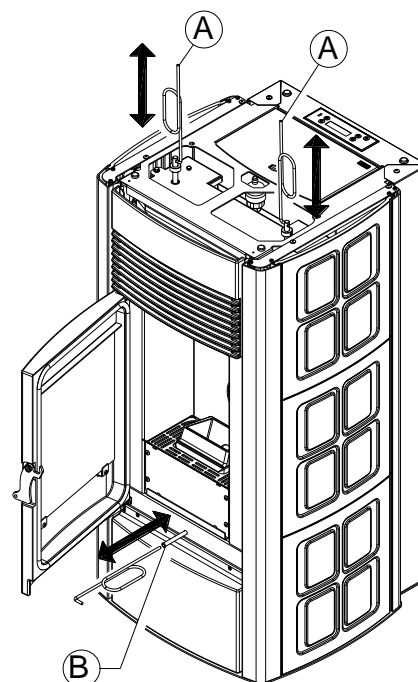
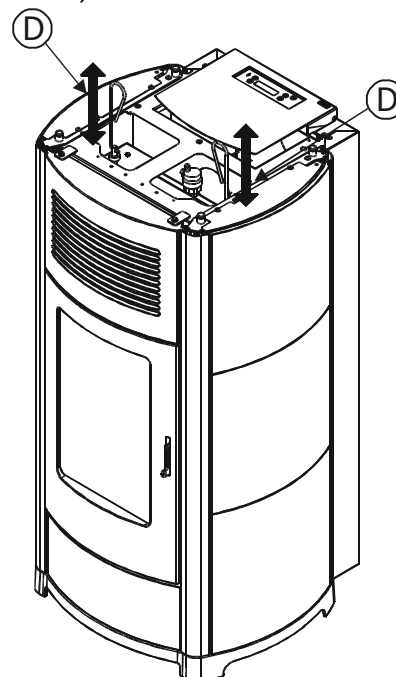

Figura 15 – Pulizia fascio tubiero interno mediante raschiatori (EGO-STAR)
Figura 15A – Pulizia fascio tubiero interno mediante raschiatori (SUITE-CLUB-MUSA)
- **Pulire il fascio tubiero** – Utilizzando la mano fredda in dotazione scuotere energicamente per 5-6 volte le aste poste sotto il top (**A** in figura 15 e **D** in figura 15A). Tale operazione rimuove la fuliggine che si è depositata sui condotti fumi dello scambiatore durante il normale funzionamento della stufa.
Stufe EGO-STAR (Figura 15)
– Aprire la porta, avvitare la mano fredda all'asta del raschiatore **B** (**B** in figura 15), scuoterla energicamente per 5-6 volte in tutta la sua lunghezza. Svitare la mano fredda e reinserire l'asta **B** completamente nella sua sede. Così facendo si aiuta il ventilatore ad espellere eventuali accumuli di fuliggine caduta durante la pulizia precedente del fascio tubiero (Dopo lo scuotimento delle aste "**A**" si deve sempre agire sul raschiatore "**B**").
Stufe SUITE-CLUB-MUSA (Figura 15A)